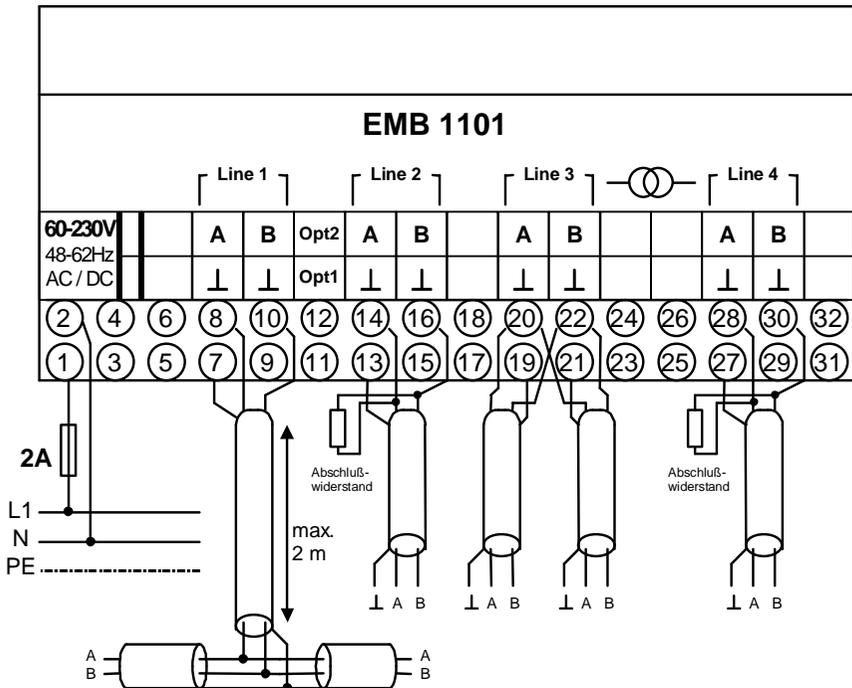

Abbildung 1: Anschlussbild
- Der Anschluss erfolgt gemäß Anschlussbild Abbildung 1, Seite 9.
Der Anschluss erfolgt gemäß dem Anschlussbild in Abbildung 1.
Die Versorgungsspannung muss zwischen 60V und 265V liegen. Die Spannung darf wahlweise Gleich- oder Wechselspannung sein. Im Falle von Wechselspannung muss die Frequenz zwischen 48 Hz und 62 Hz liegen. Der Anschluss erfolgt an den Klemmen „60 - 230V“ gemäß dem Anschlussbild in Abbildung 1.
Falls der Repeater innerhalb einer Busstrecke (Strang) liegt, sind beide Kabelenden an einer *Line* anzuklemmen (siehe Abbildung 1, Seite 9, *Line 3*), oder mit einer Stichleitung zu verbinden (siehe Abbildung 1, Seite 9, *Line 1*).
Die Busleitungen werden als Stränge ausgeführt. D.h. beginnend an einem Gerät wird das Buskabel zum nächsten Gerät geführt. Dies wird in gleicher Weise bis zum letzten Gerät fortgesetzt. Jeweils am ersten und am letzten Gerät wird zwischen den Adern **A** und **B** ein Abschlusswiderstand eingesetzt. Falls der EMB 1101 an einem Strang-Ende angeschlossen wurde muss an dem Gerät auch ein Abschlusswiderstand angebracht werden (siehe Abbildung 1, Seite 9, *Line 2* und *Line 4*).